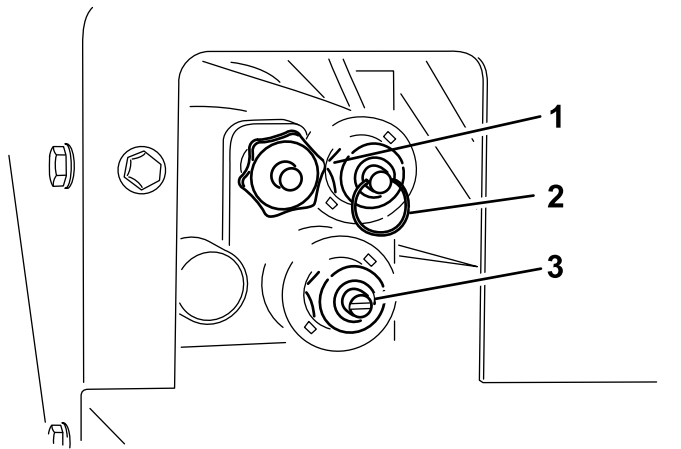

Figura 25
O acesso à reinicialização encontra-se no lado do condutor do sistema hidráulico (Figura 25).
- Para ajustar a velocidade da passadeira (Figura 25), rode o manípulo no sentido dos ponteiros do relógio. A velocidade máxima no solo é utilizada no sistema operativo com codificação por cores de forma que este ajuste possa ser feito sem fluido hidráulico presente. O mesmo é mais relevante quando tem um dispositivo de recolha cheio de areia.
- Para subir a tremonha (Figura 25), empurre o aro na haste da válvula.
- Para descer a tremonha (Figura 25), puxe o aro da haste da válvula.
- Para ajustar velocidade do rotor (Figura 25), utilize uma chave de parafusos de pontas planas para aumentar rodando no sentido dos ponteiros do relógio ou diminuir rodando no sentido contrário ao dos ponteiros do relógio.